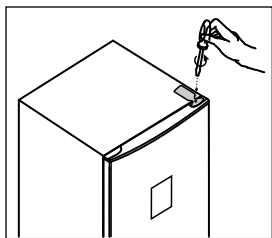
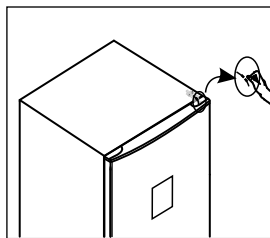

Рисунок 1.
Рисунок 2.
- Полностью откройте крышку (Рисунок 1)
- Потяните контейнер на себя (Рисунок 2)
1 - Открутите винт, фиксирующий крышку верхнего шарнира и снимите ее (Рис. 1). Отсоедините разъем группы проводов двери (Рис. 2). Открутите винты, крепящие провод заземления и верхний шарнир. Извлеките провода из шпильки верхнего шарнира и снимите шарнир.